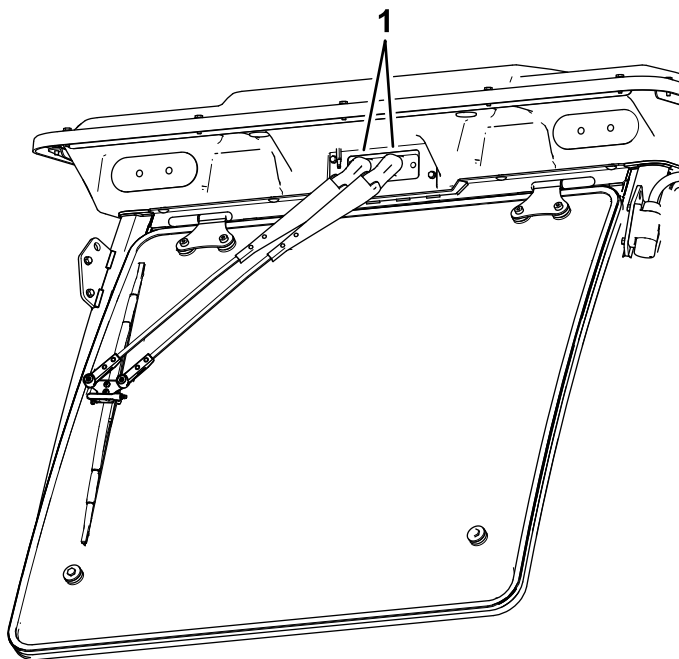

Figura 82
1. Rimuovete i tappi nella parte superiore dei bracci del tergicristallo (Figura 82).